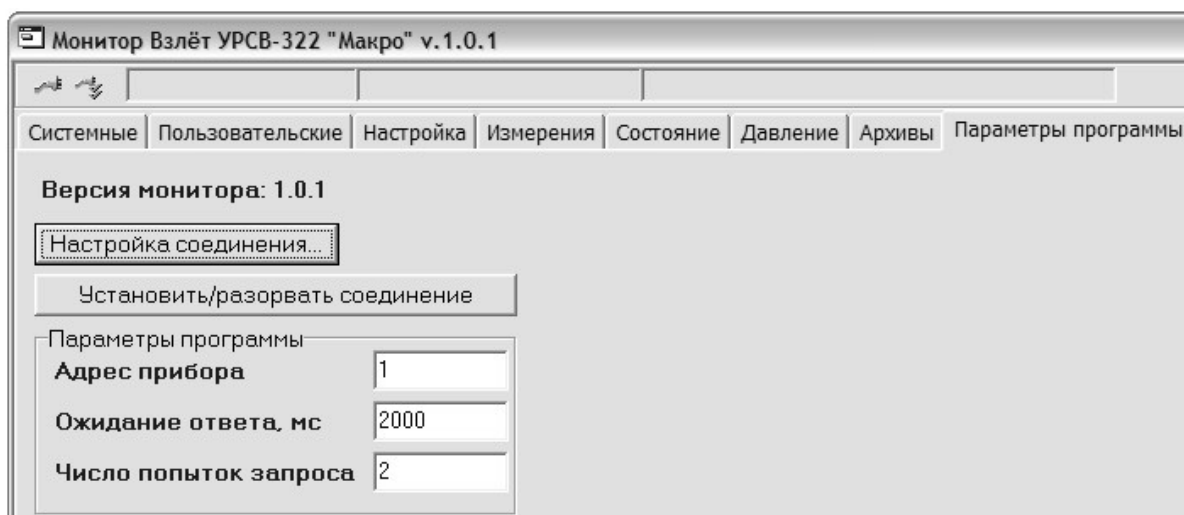
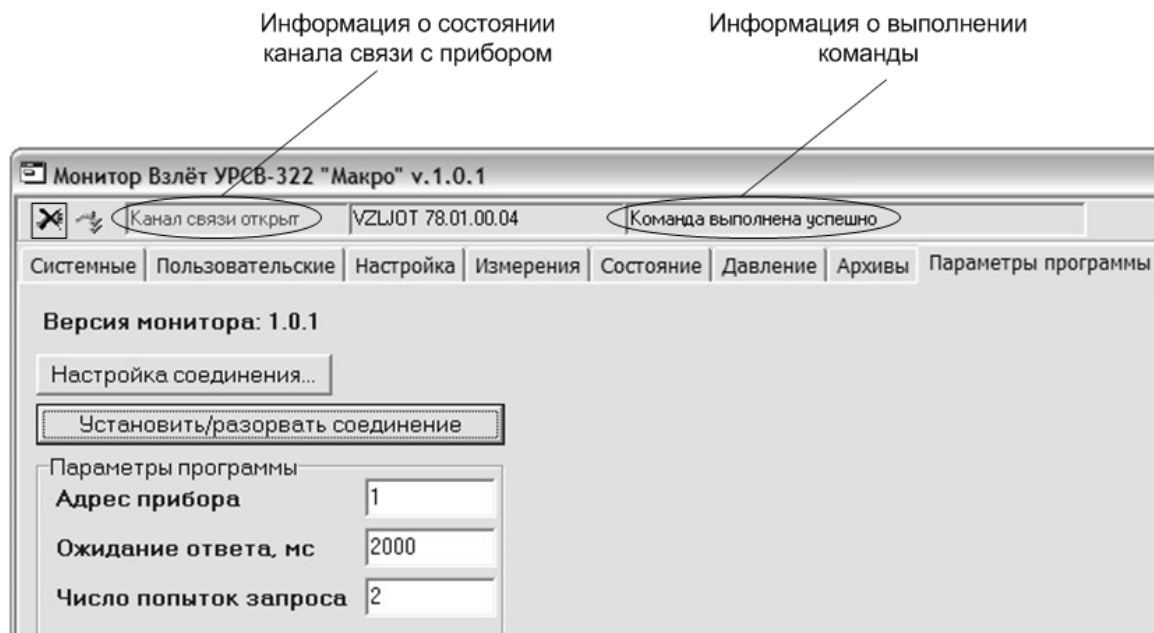

Рис.4. Окно вкладки «Параметры программы».
Рис.6. Окно вкладки «Параметры программы» после установления связи с расходомером.
- 3.1.2. Подключить сервисный кабель к разъему СЕРВИС на блоке ВП. Соединить USB-порт компьютера и разъем RS-485 сервисного кабеля через адаптер сигналов USB-RS232/485. На компьютере запустить файл УРСВ-322.vpr. На экране монитора появится окно с вкладкой «**Параметры программы**» (рис.4):
3.1.3. Установить связь с расходомером, нажав кнопку **Установить / разорвать соединение** (рис.4). При удачном завершении операции вид окна изменится (рис.6).